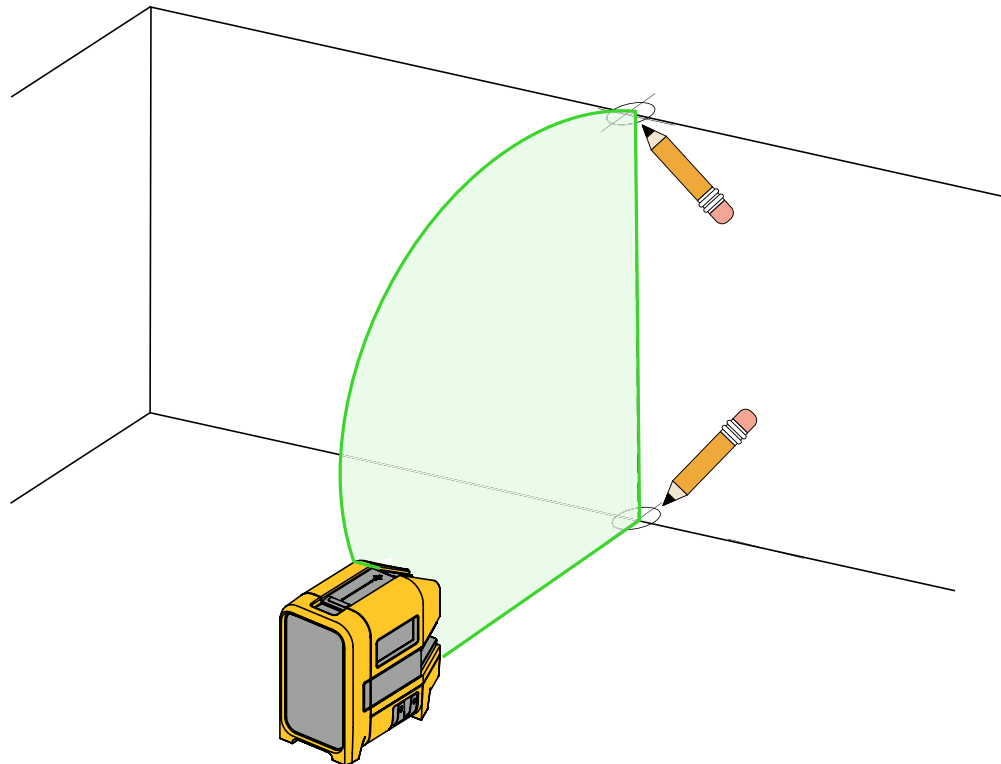

Figure 3. Nouvel alignement vertical
2. Mettez sous tension le laser vertical et pointez le laser vers la zone cible. Voir la Figure 3.